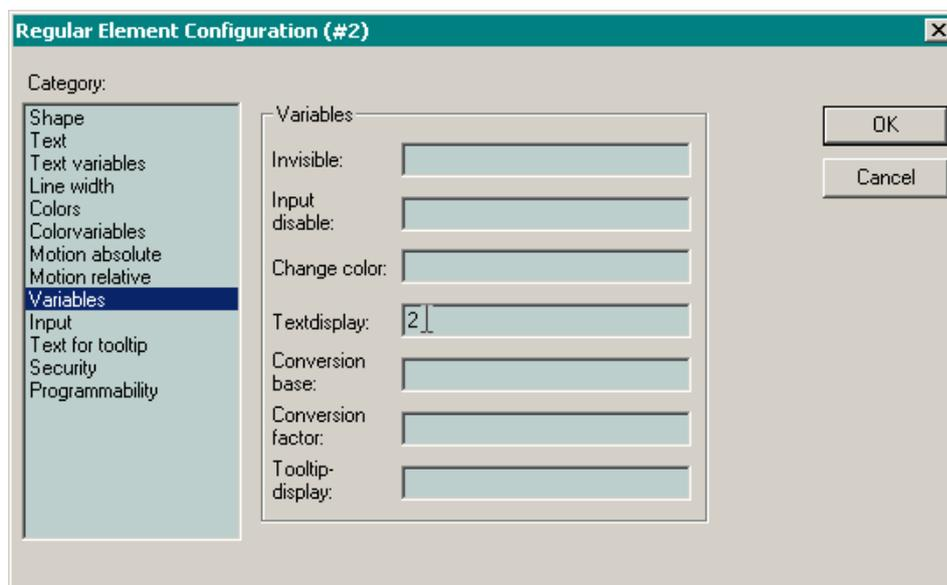

Рис. 73. Ввод идентификатора текстового ресурса, доступного в подключенном файле динамического текста
6. Для выбора отображаемой надписи щелкните на категории **Variables** и в поле **Textdisplay** введите числовой идентификатор соответствующей строки. В данном случае статической надписи отображаемого значения соответствует идентификатор 2, как показано на рис. 73.